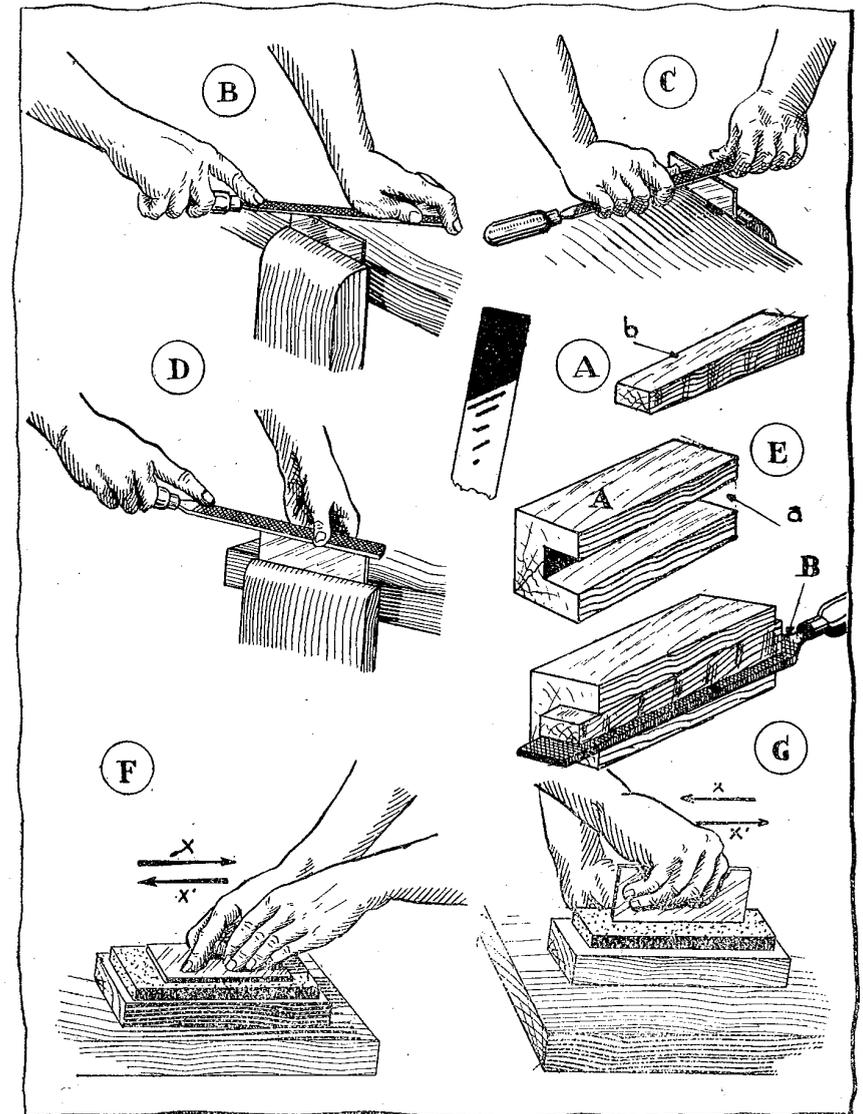

Figure 21
grattoir (fig. 21), car sans cela il ne pourrait y avoir un morfilage correct par la suite. Pour cela on peut se servir de la meule mais pour notre part nous préférons employer la lime comme le ferait un mécanicien (1).